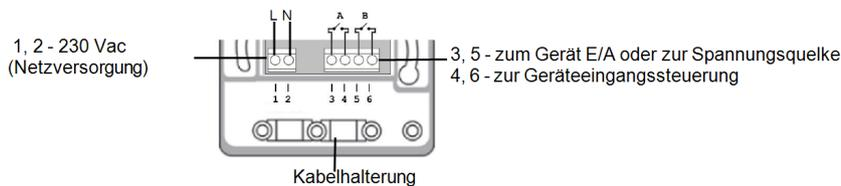
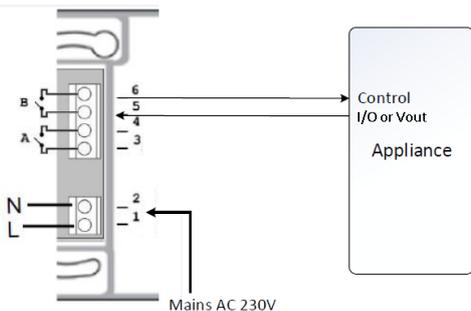
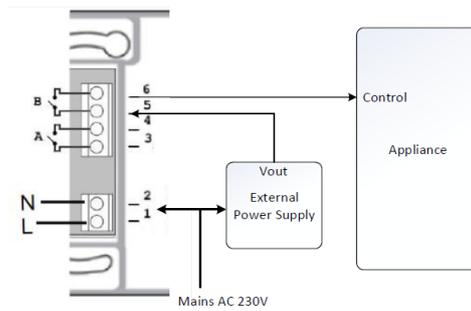

Abbildung 4: Potenzialfreier Kontaktschalter Anschlüsse
Abbildung 5: Anschluss an ein Gerät mit interner Spannungsquelle (V aus)
Abbildung 6: Anschluss an ein Gerät mit externer Spannungsquelle
Die Lastleitungen an die Klemmleisten anschließen (siehe *Abbildung 4*, *Abbildung 5* und *Abbildung 6*):
- Potenzialfreier Kontakt – Anschlüsse 3 und 5 dienen zum Anschluss der Schalt-/Steuerspannung, maximal 250 V/13 A. Achten Sie auf die jeweiligen Vorgaben des Geräteherstellers, des Gerätes das mit dem Schaltkontakt gesteuert/geschaltet werden soll (siehe *Abbildung 5*).
- Anschluss Geräte – Anschlüsse 4/6 dienen zum Anschluss des zu schaltenden/steuernden Gerätes. Die Schalt-/Steuerbefehle werden auf die Kontakte 4/6 ausgegeben. Achten Sie auf die jeweiligen Vorgaben des Geräteherstellers, des Gerätes das mit dem Schaltkontakt gesteuert/geschaltet werden soll (siehe *Abbildung 6*).